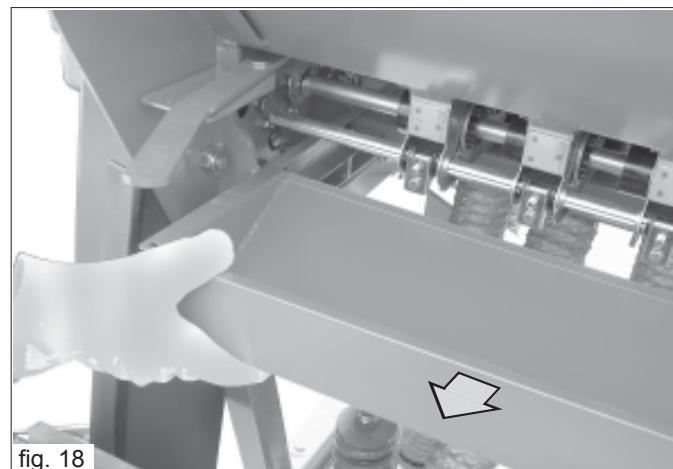

fig. 18
- 3) Die Sammelwannen aushaken (Abb. 18) und unter die Austrittsstutzen stellen.
- die Samenbehälter (Abb. 18) aushängen und sie unter die Samenausgangsstützen stellen.